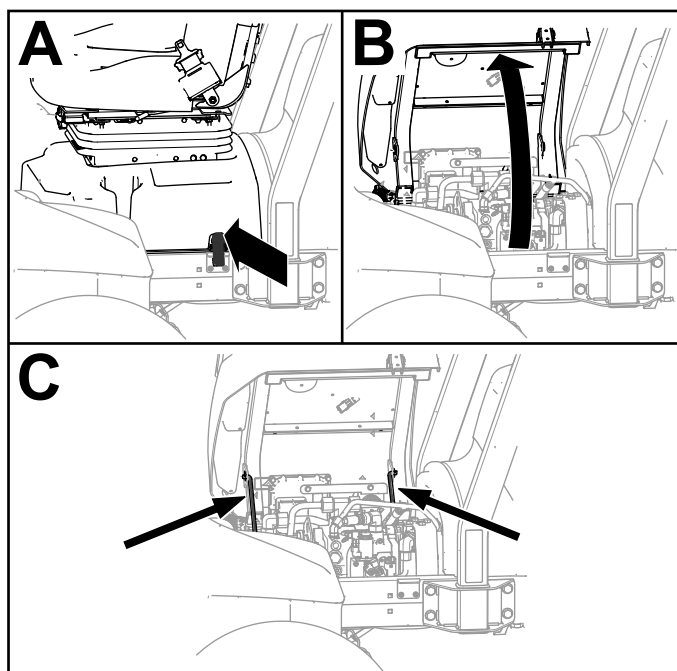

図 39
1. シートベースのラッチを外す 図 39のA。
2. シートとベースを傾けて開く ( 図 39の B)。
3. ロッドで支える 図 39のC。